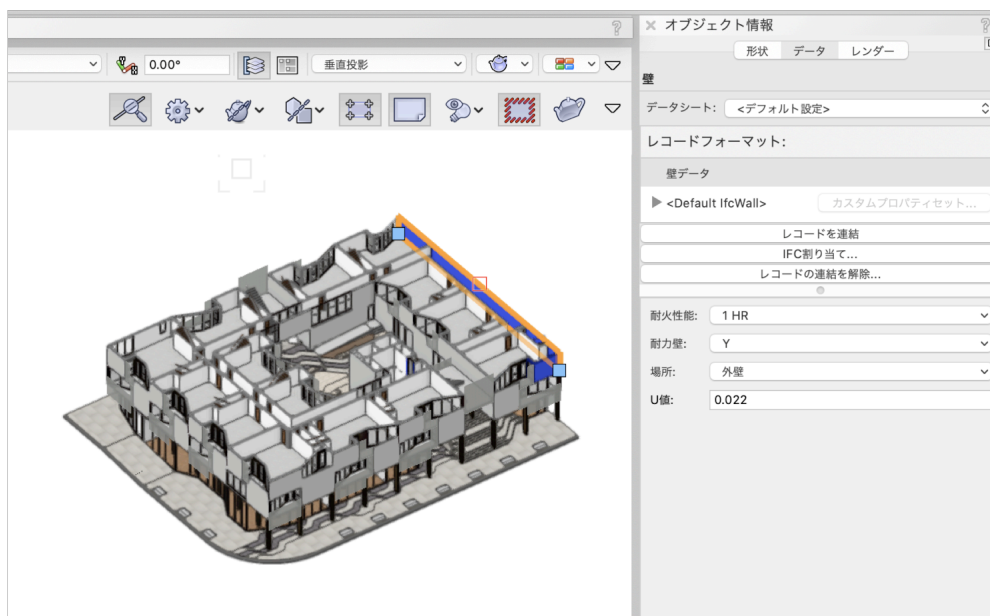

図13：オブジェクト情報パレット（カスタムレコード）
- 図13では壁が選択され、**オブジェクト情報**パレットの**データ**タブに、レコードフォーマット「壁データ」が表示されています。